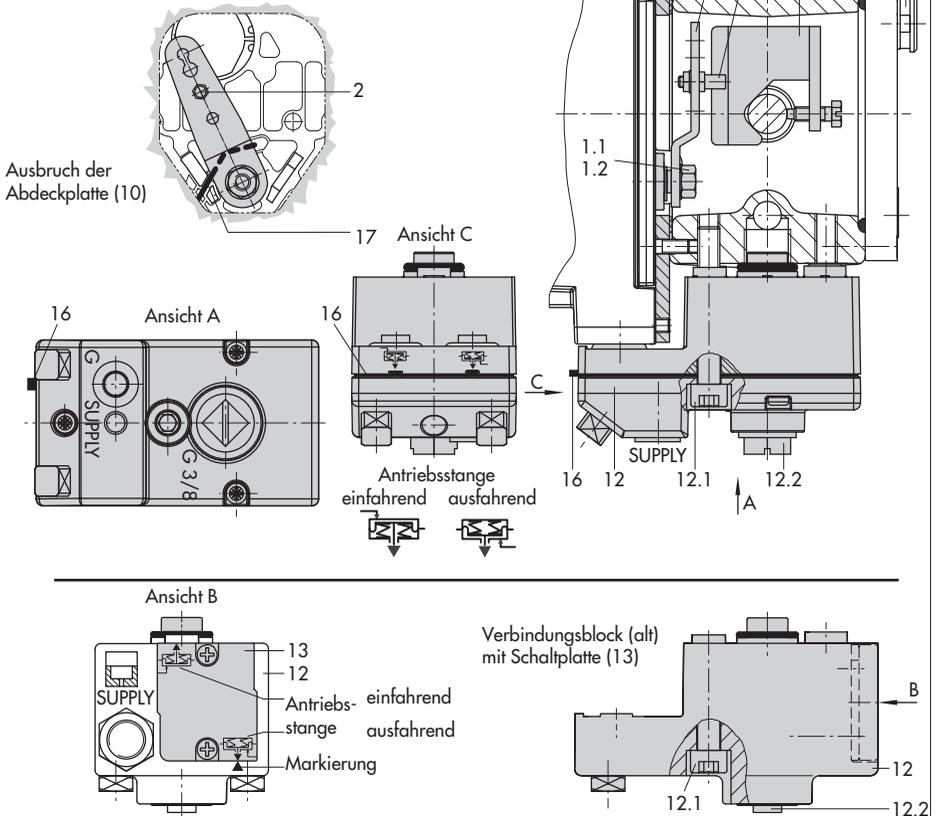

Bild 5 - Direktanbau – Stelldruckanschluss für Antrieb Typ 3277 mit 175 bis 750 cm²
Den Stellungsregler wie in Bild 5 dargestellt am Joch montieren. Der Stelldruck wird über den Verbindungsblock (12) auf den Antrieb geführt, bei Sicherheitsstellung „Antriebsstange ausfahrend“ intern über eine Bohrung im Ventiljoch und bei „Antriebsstange einfahrend“ durch eine externe Rohrverbindung.
1. Mitnehmer (3) an die Antriebsstange setzen, ausrichten und so festschrauben, dass die Befestigungsschraube in der Nut der Antriebsstange sitzt.
2. Abdeckplatte (10) mit schmaler Seite des Ausbruches (Bild 5 links) in Richtung zum Stelldruckanschluss befestigen, die aufgeklebte Flachdichtung (14) muss zum Antriebsjoch zeigen.
3. **Antriebe mit 355, 700 und 750 cm²:** Am Hebel M (1) den Abtaststift (2) aus Stiftposition **35** lösen und in die Bohrung für Stiftposition **50** verschrauben. **Antriebe 175 bis 350 cm² mit 15 mm Hub:** Der Abtaststift (2) verbleibt auf Stiftposition **35** (Lieferzustand).
4. Formdichtung (15) in die Nut des Stellungsreglergehäuses einlegen, dabei die vier Haltenippel über die Gehäuse-schrauben und die beiden Klemmnippel in die Gehäuseausparungen drücken.
5. Vorspannfeder (17) unter den Hebel (1) durch den Steg führen und in die Gehäusebohrung einstecken, Hebel (1) bis
6. Kontrollieren, ob die Zunge der Dichtung (16) seitlich am Verbindungsblock so ausgerichtet ist, dass das Antriebs-symbol für „Antriebsstange ausfahrend/einfahrend“ mit der Ausführung des Antriebes übereinstimmt. Andernfalls müssen die drei Befestigungsschrauben entfernt, die Deckplatte abgehoben und die Dichtung (16) um 180° gedreht wieder eingelegt werden. Beim alten Verbindungsblock (Bild 5 unten) muss die Schaltplatte (13) so gedreht werden, dass das entsprechende Antriebssymbol zur Pfeilmarkierung ausgerichtet ist.
8. Verbindungsblock (12) mit seinen Dicht-ringen an Stellungsregler und Antriebs-joch ansetzen und mit Befestigungs-schraube (12.1) festziehen. Bei Antrieb „Antriebsstange einfahrend“ zusätzlich den Stopfen (12.2) entfernen und die externe Stelldruckleitung montieren.